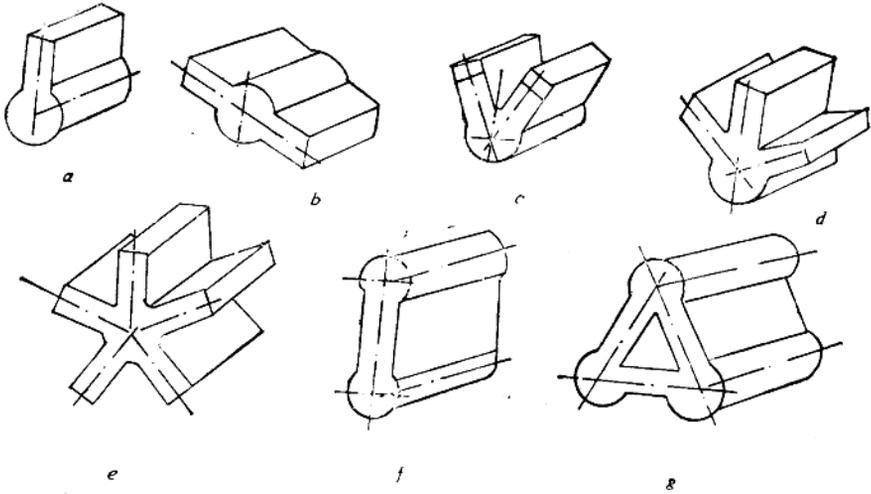

图2 机体结构型式示意图
(1) 单缸：一台内燃机只有一个气缸。
(2) 多缸：一台内燃机具有两个或两个以上的气缸。多缸机根据气缸排列不同(见图2)
- ①直列立式：气缸中心线垂直布置（如图2-a）。
- ②直列卧式：气缸中心线水平布置（如图2-b）。
- ③V型式：气缸中心线分别在两个平面内，并且两个平面相交呈“V”形状（图2-c）。
- ④W型式：气缸中心线排列成“W”型（图2-d）。
- ⑤星型式：气缸中心线排列成星状（图2-e）。
- ⑥对置活塞式：一个气缸内布置两个活塞作相对运动（图2-f）。
- ⑦△型式：三组对置活塞式内燃机排列成△型（图2-g）。